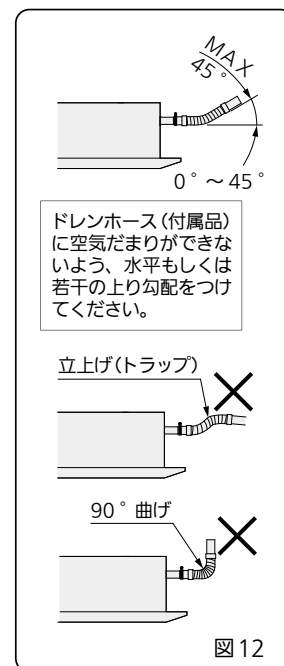

図 12
- 付属のドレンホースは 90° 曲げで使用しないでください。（最大 45°）（図 12）